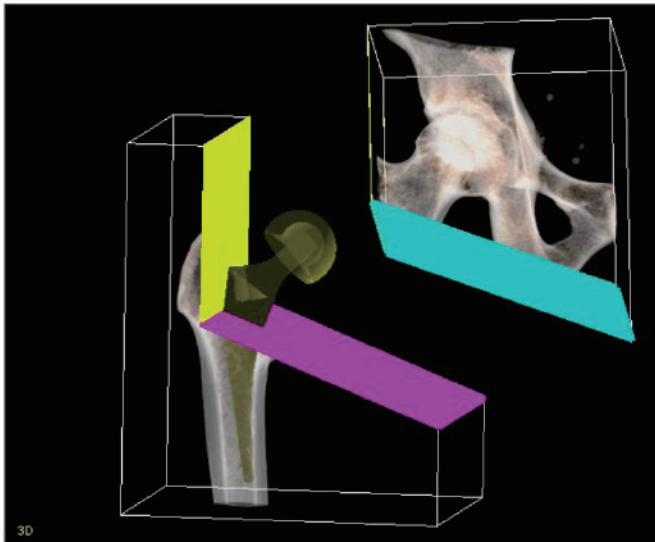

図7-1 基準面(紫色)、接着面(水色)の設定
3. 移動する面(接着面)を、[右クリック]してください。水色に表示されます。(図7-1)